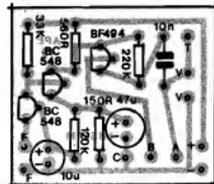

Fig.3
- FIG. 3 - "CHAPEADO" DA MONTAGEM - Agora vista pela face não cobreada, a plaquinha já contém as peças principais, devidamente posicionadas... Atenção aos seguintes pontos: transistores, referenciados pelos seus lados "chatos" (cuidado para não inserir o BF494 no lugar de um dos BC548, e vice-versa...), polaridades dos capacitores eletrolíticos (o terminal mais longo é sempre o positivo, além de - normalmente - a indicação da polaridade estar inscrita lateralmente, no próprio corpo do componente...) e valores dos resistores, em função dos lugares que ocupam na placa (qualquer troca aí, poderá arruinar o funcionamento do circuito, e até causar danos aos transistores...). Observem, ainda, as diversas ilhas periféricas (junto às bordas da plaquinha) que se destinam às conexões externas, a serem detalhadas numa próxima figura... Todas essas ilhas estão devidamente codificadas, para facilitar a localização/identificação, no devido momento... Todas as posições, valores, polaridades, estado dos pontos de solda (fisso pelo lado cobreado...) devem ser rigorosamente conferidos ao final, para só então cortar-se as "sobras" de terminais, passando-se à próxima fase da construção do MISFAM...